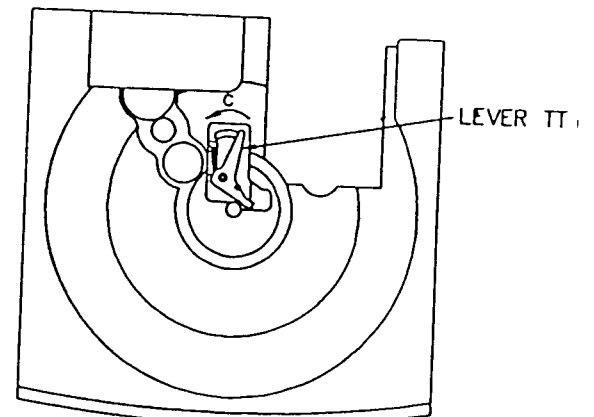

Figure 7
4. ターンテーブルの組立方法 (figure 7)
- 1) LEVER TT を "C" の方向に押しながら、TURN TABLE 5CD を組み込む。(figure 7)
* 組み込む際の TURN TABLE 5CD の CD 番号 (1~5) は任意で構いません。(figure 7)
4. How to reassemble the TURN TABLE. (figure 7)
- 1) Push LEVER TT in the direction of "C", and put in the TURN TABLE 5CD. (figure 7)